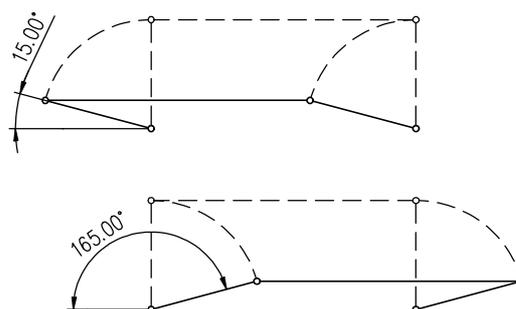

Рис. 1
- ради безопасного применения ЭП необходимо присоединить внешний и внутренний зажим. Установка **внешнего и внутреннего заземляющего зажима** изображена на **Рис.1а** и **Рис1б.**
#### Механическое присоединение рычажное (рис. 1)
- При сборке рычажного механизма следите затем чтобы угол между рычагом и тягой не был меньше  $15^\circ$  и больше  $165^\circ$ . (Рис.1)